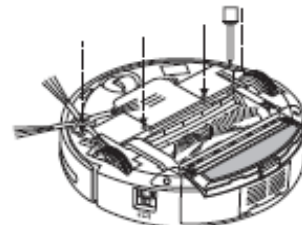

Figure 1
1. Ein. Die Schraube des linken / rechten Rad durch den Schraubendreher. (Siehe Abbildung 1)
1. Lösen Sie die Schraube mit dem Schraubenzieher, öffnen Sie dessen Grundplatte und dann nehmen Sie die Batterie. (Siehe Abbildung 1 und Abbildung 2)
1. drehen Sie das Gelenk wie in der Abbildung 1 und die Abdeckung zu öffnen.